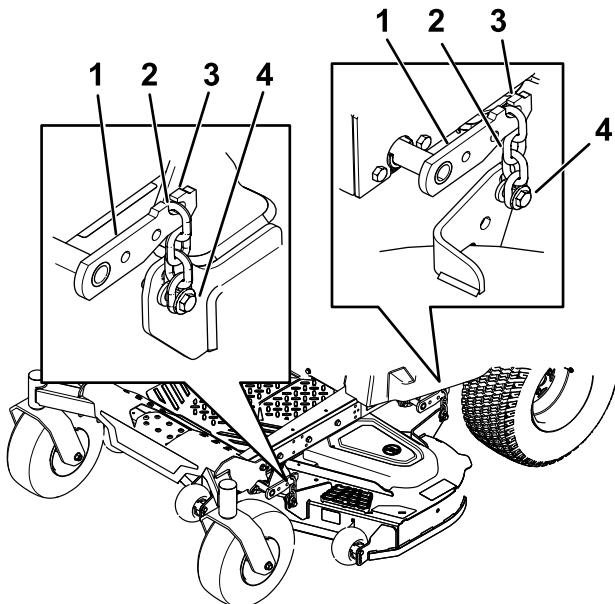

Figura 63
- Afloje los pernos de ajuste en las cuatro esquinas, hasta que la carcasa quede bien asentada sobre los cuatro bloques (Figura 63).